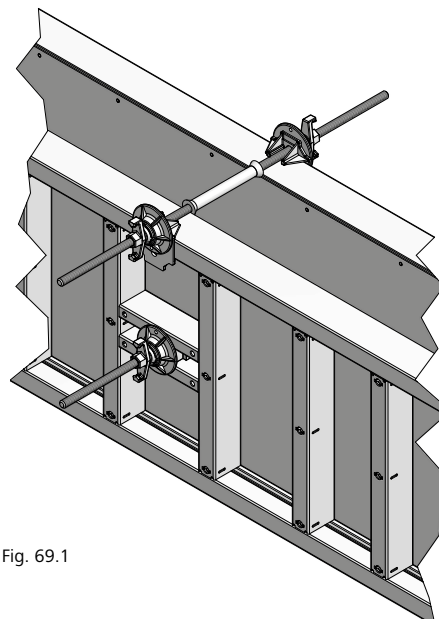
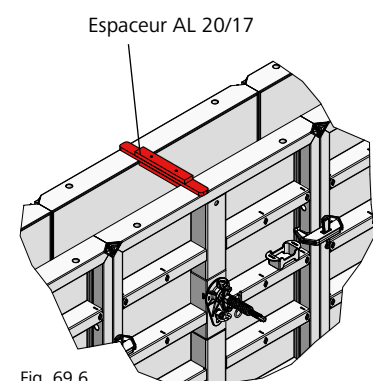

Fig. 69.1
Fig. 69.6
Grâce à son passage de tige central, le panneau Mammut XT peut facilement être mis en œuvre en position couchée (Fig. 69.1 et 69.3). Pour assurer la stabilité et respecter l'épaisseur du voile au niveau de l'ancrage supérieur, un espaceur (Fig. 69.6) ou une planche de maintien peuvent être nécessaires.
- (Fig. 69.1 à 69.4). La mise en œuvre d'une entretoise est indiquée. Elle fait office d'écarteur et protège la tige contre les salissures.